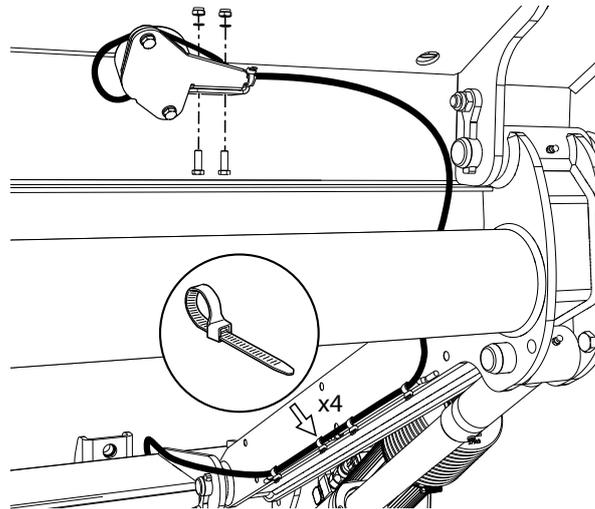

Abb.48. Einbau des Winkelsensors
1. Den Winkelsensor mit den dazugehörigen Schrauben, Muttern und Einschüben an der Plattform anbringen und das Kabel mit Kabelband befestigen, siehe Abb.48.